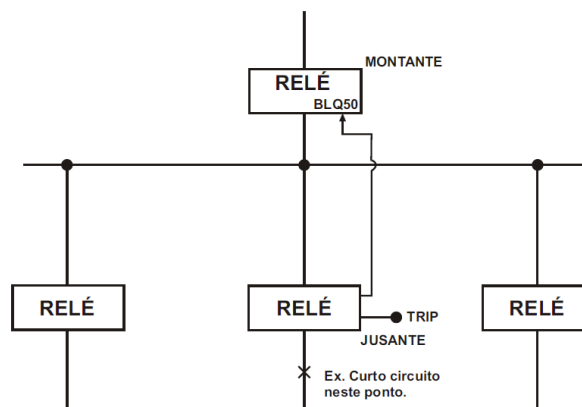

Figura 2.6: Exemplo da função 99.
Na ocorrência de um curto circuito conforme exemplo da figura 2.6. a Seletividade Lógica do relé a jusante com o relé a montante ocorre com o envio de um bloqueio físico da unidade instantânea (50).